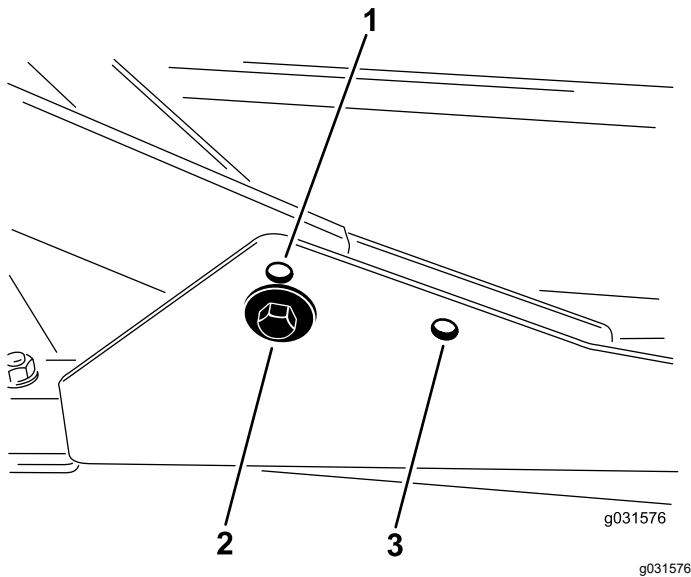

図 17
1. 刈高を 20-76 mm にセットする場合には、前キャリアフレームを下側の穴に取り付けます 図 17。
2. 刈高を 63-100 mm にセットする場合には、前キャリアフレームを上側の穴に取り付けます 図 17。
後カッティングユニットは、刈り高に関係なく後側の取り付け穴を使って取り付けます 図 17。